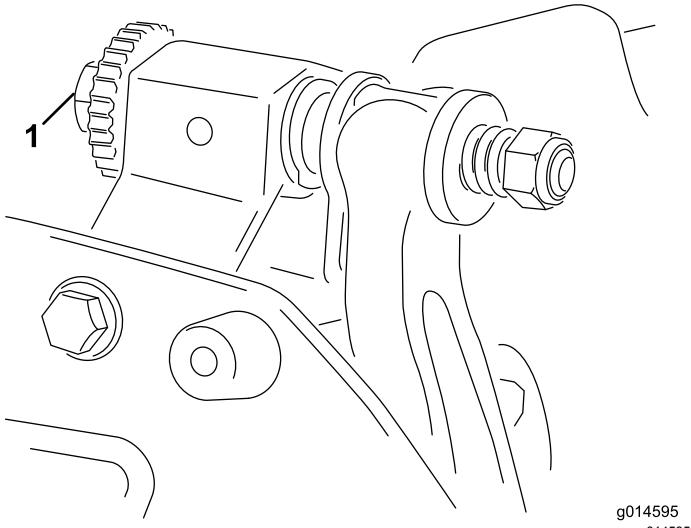

Figura 9
- A. Gire los tornillos de ajuste de la barra de asiento en sentido horario (Figura 9), un clic a la vez, hasta que se note y se oiga un contacto ligero.
- A. Gire los tornillos de ajuste de la barra de asiento en sentido horario (Figura 9), un
6. Gire el tornillo de ajuste derecho de la barra de asiento (Figura 9) hasta que note una ligera presión en el suplemento al moverlo de un lado a otro. Retire el suplemento.